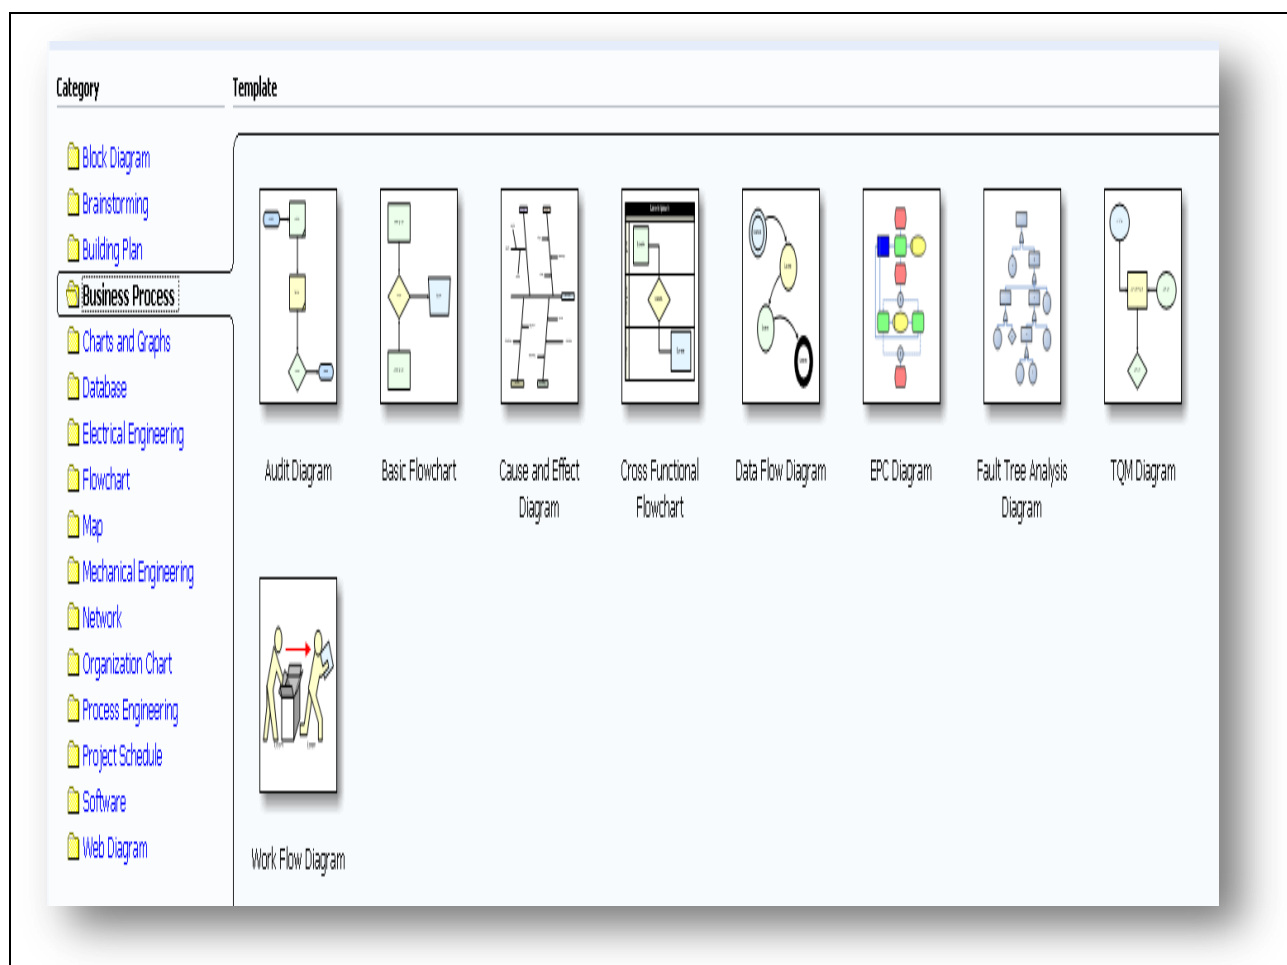

Рис. 48. Шаблоны категории Business Process в MS Visio
Отличительной чертой MS Visio является простота и удобство создания диаграмм и интеграция с другими продуктами Microsoft Office. Для моделирования бизнес-процессов программа MS Visio предлагает бизнес-аналитику наборы шаблонов диаграмм из двух категорий: Business Process (9 типов шаблонов) и Flowchart (5 типов шаблонов) – рисунок 48.
18. Созданный рисунок локальной сети (близкий к образцу - рис. 48) замкнуть в круг и выполнить заливку, используя инструменты